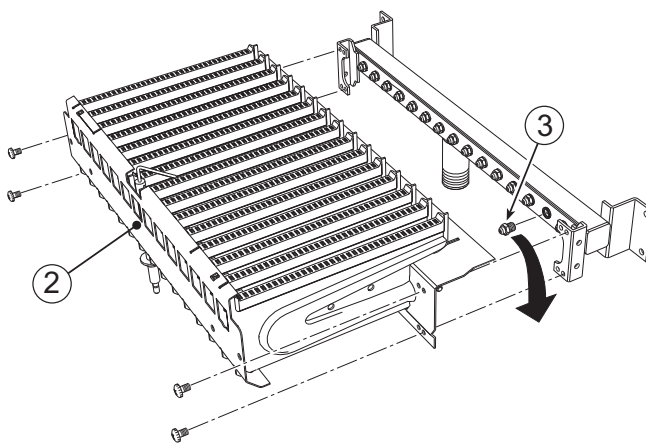

fig. 24
1. Sostituire gli ugelli (rif. 3 - fig. 24) al bruciatore principale (rif. 2 - fig. 24), inserendo gli ugelli indicati in tabella dati tecnici alla sez. 4.4, a seconda del tipo di gas utilizzato.